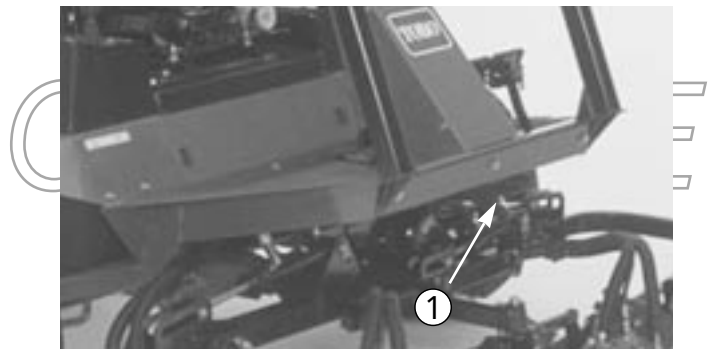

図 34
2. 前フレーム部材の中央部(図34)に、チェーンやロープなど適当な牽引索を取り付ける。